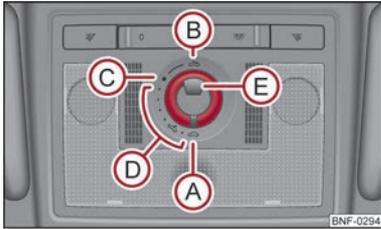

Abb. 19 Drehschalter für das Panorama-Schiebedach
Das Panorama-Schiebedach können Sie nur bei eingeschalteter Zündung mit dem Drehschalter ⇒ **Abb. 19** bedienen. Der Drehschalter hat mehrere Stellungen.
- Drehen Sie den Schalter in Stellung **C** ⇒ Abb. 19.
- Drehen Sie den Schalter in Stellung **A** ⇒ Abb. 19.